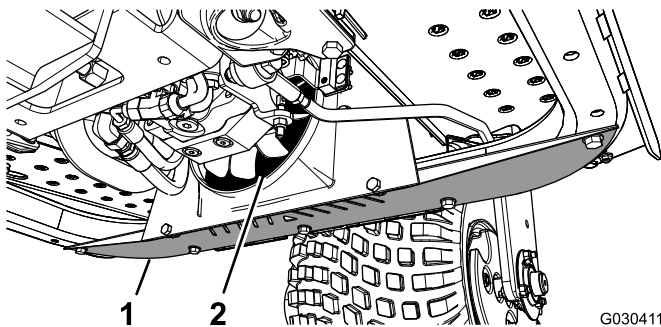

Figura 45
1. Retire el protector inferior (Figura 45).
2. Limpie con una lanza de aire comprimido insertada entre las aspas del ventilador (Figura 45) para expulsar el material por donde entró.